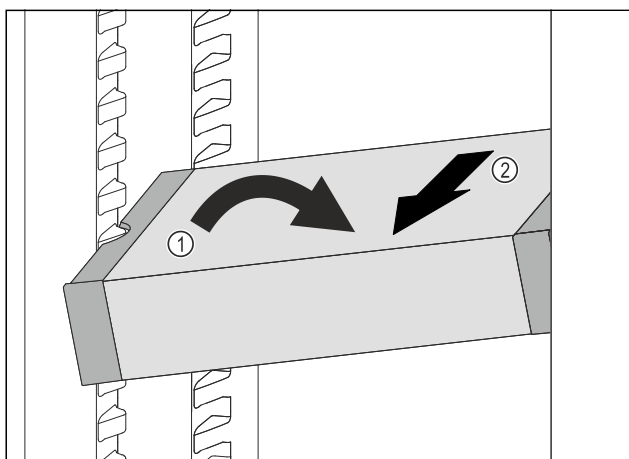

Fig. 110
- Impostare il vano frigorifero di VarioSafe ad angolo. Fig. 110 (1)
- Rimuovere VarioSafe tirando in avanti. Fig. 110 (2)